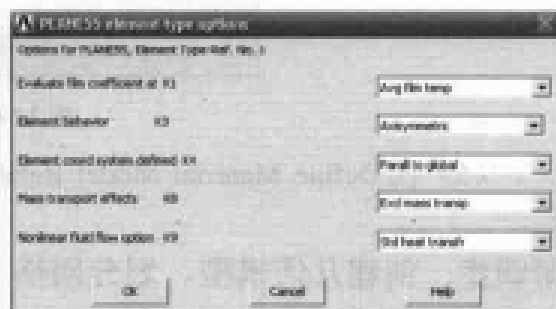

图 12-3 PLANE55 单元属性设置对话框
(3) 单击 Element Type 对话框上的 Options 按钮, 出现 PLANE55 element type options 对话框, 在 Element behavior K3 下拉列表框中选择 Axisymmetric 选项, 其余选项采用默认设置, 如图 12-3 所示, 单击 OK 按钮关闭该对话框。
(4) 单击 Element Type 对话框上的 Close 按钮, 关闭该对话框。